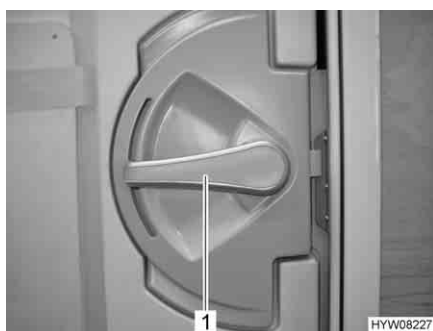
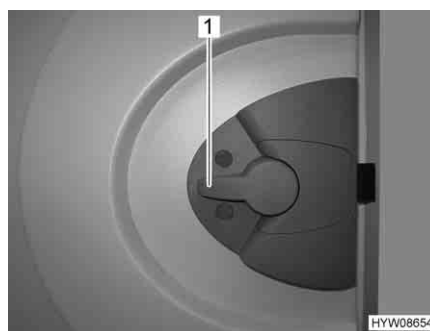

Fig. 19 Serratura della porta, lato interno
Fig. 20 Serratura della porta, lato interno, alternativa
- Premere la maniglia della porta (Fig. 19,1 o Fig. 20,1) verso il basso.